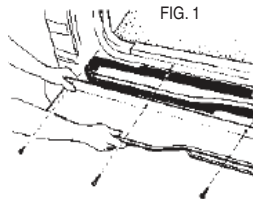

FIG. 1
Step 1 Open the tailgate door and remove the trim plate as shown in Fig. 1.
Étape 1 Ouvrir le hayon et retirer la plaque de finition, comme montré à la figure 1.
Paso 1 Abra la puerta trasera y retire la placa de adorno como se muestra en la Fig. 1.